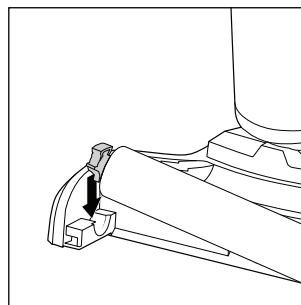

Fig. 40
- ◆ Tryk så holderen til venstre på børsterullen **6** ind i åbningen på venstre side af bunddelen **3**, indtil børsterullen **6** går i indgreb, så det kan høres (se fig. 40).